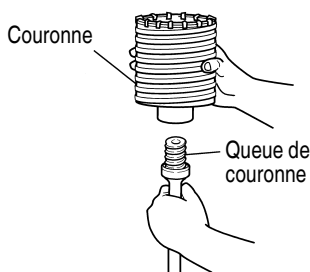

Fig. 12
- (1) Monter la couronne sur la queue de couronne. (Fig. 12) Graisser le filetage de la queue de couronne afin de faciliter le démontage.